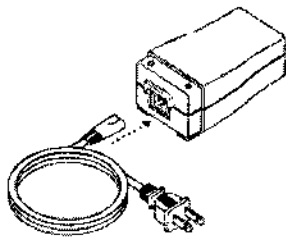

FIGURA 3-5 CONEXIÓN DEL CABLE DE ALIMENTACIÓN AL SUMINISTRO DE CORRIENTE
1. Enchufe el extremo con el enchufe hembra del cable de alimentación de CA al suministro de corriente, como se ilustra en la figura 3-5.